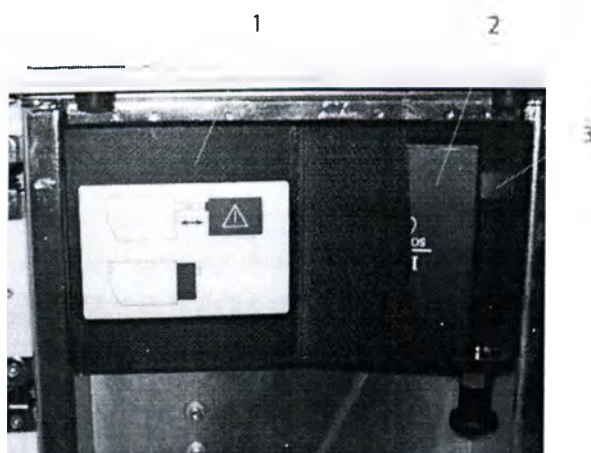

Рисунок 2-21. Извлечение дополнительного аккумулятора
2. Нажмите на выступ и выдвиньте дополнительный аккумулятор из корпуса. Вытянув аккумулятор, замените его на новый (рис. 2-21).